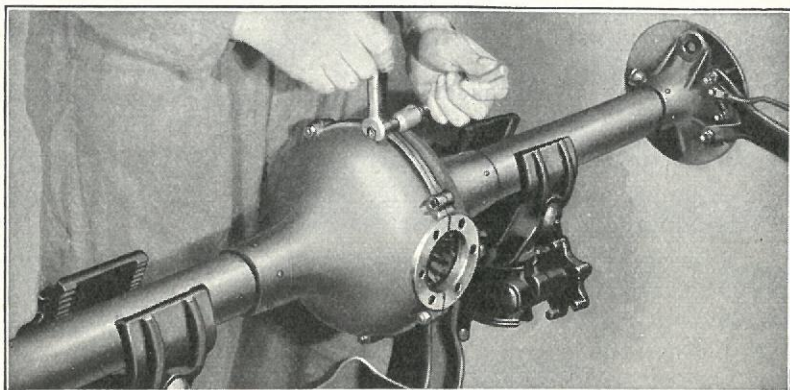

Fig. 322
- 567** Skru Møtrikkerne af de 7 Bolte i Differentialehuset og tag Boltene ud (Fig. 322).